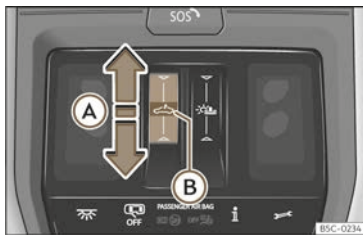

Abb. 89 Im Dachhimmel: Bedienelement für Panorama-Schiebedach.
- Automatische Bewegung: Den Finger nach hinten über den Funktionsbereich >>> (Abb. 89) (A) ziehen.
- Innerhalb von etwa 5 Sekunden nach der Aktivierung des Einklemmschutzes den Finger nach vorne über den Funktionsbereich >>> (Abb. 89) Ⓐ ziehen und gedrückt halten bis das Dach vollständig geschlossen ist.